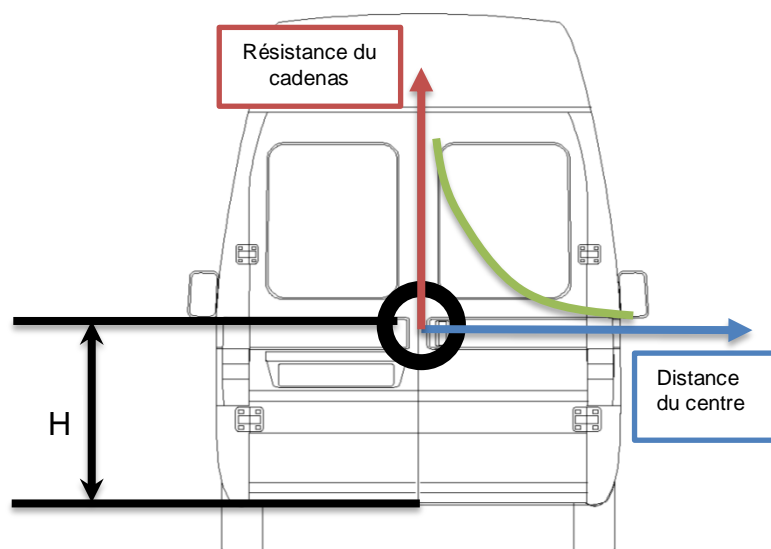

Fig.4
- La position du cadre par rapport au bord inférieur de la porte "H" doit être telle qu'elle maximise l'efficacité, donc autant que possible au centre du hayon (voir fig.4).